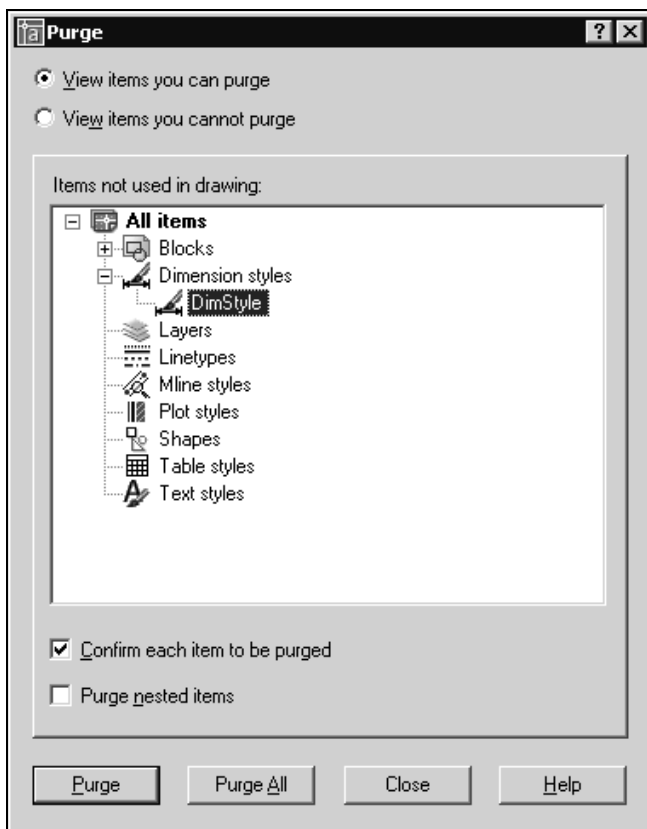

Рис. 10.10. Удаление размерного стиля при помощи команды **PURGE**
- ❑ Вызвать диалоговое окно **Purge** (Очистка рисунка), воспользовавшись командой меню **File | Drawing Utilities | Purge** (Файл | Утилиты | Очистить), в котором выбрать удаляемый стиль (рис. 10.10) и щелкнуть на кнопке **Purge** (Удалить).